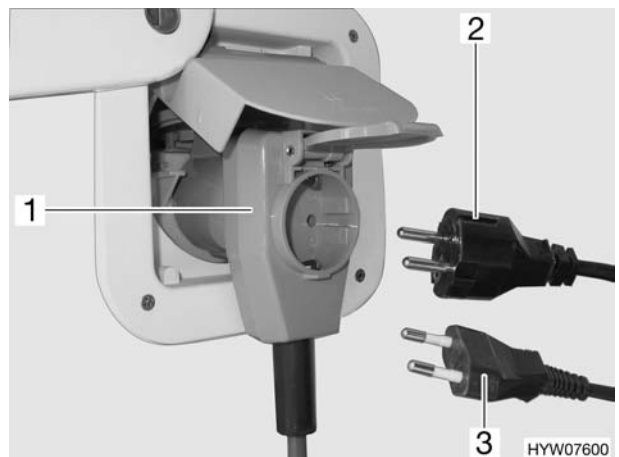

Fig. 131 Collegamento ad un connettore ad angolo provvisto di presa
- Se si impiega un connettore ad angolo CEE 17 provvisto di una presa integrata sulla parte posteriore (Fig. 131,1), utilizzare esclusivamente una spina IP 44 gommata e sigillata con contatto di terra (Fig. 131,2). Non utilizzare una spina senza contatto di terra (Fig. 131,3). Pericolo di scarica elettrica!